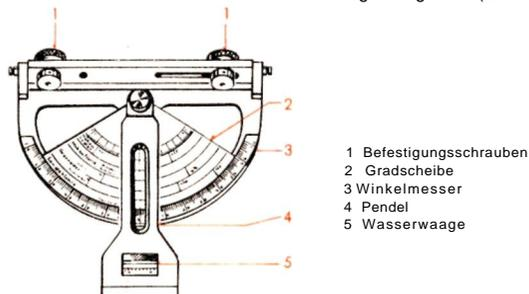

Abb. 5 Meßgerät für Ruderausschläge
Da das Ruderausschlag-Meßgerät durch Auswechseln der Gradscheiben für mehrere Flugzeugmuster verwendet werden kann, ist immer vor dem Messen darauf zu achten, daß die Gradscheibe (2) (Abb. 5) mit der Kennzeichnung Ju 88 eingesetzt ist.
Um die Ausschläge des Ruders ermitteln zu können, sind an den inneren Rippen auf der Unterseite jeder Höhenrunderhälfte Einschraubwarzen eingietet, an denen ein Ruderausschlag-Meßgerät (Abb. 5) angeschraubt werden kann. Dieses besteht aus einer verstellbaren Gradscheibe (2), einem Winkelmesser (3) und einem Pendel (4) mit Wasserwaage (5). Auf der Gradscheibe (2) sind die einzelnen Aus-